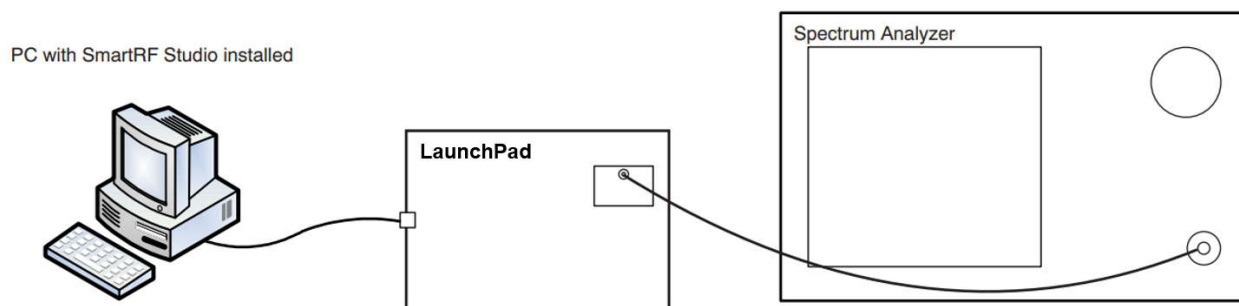
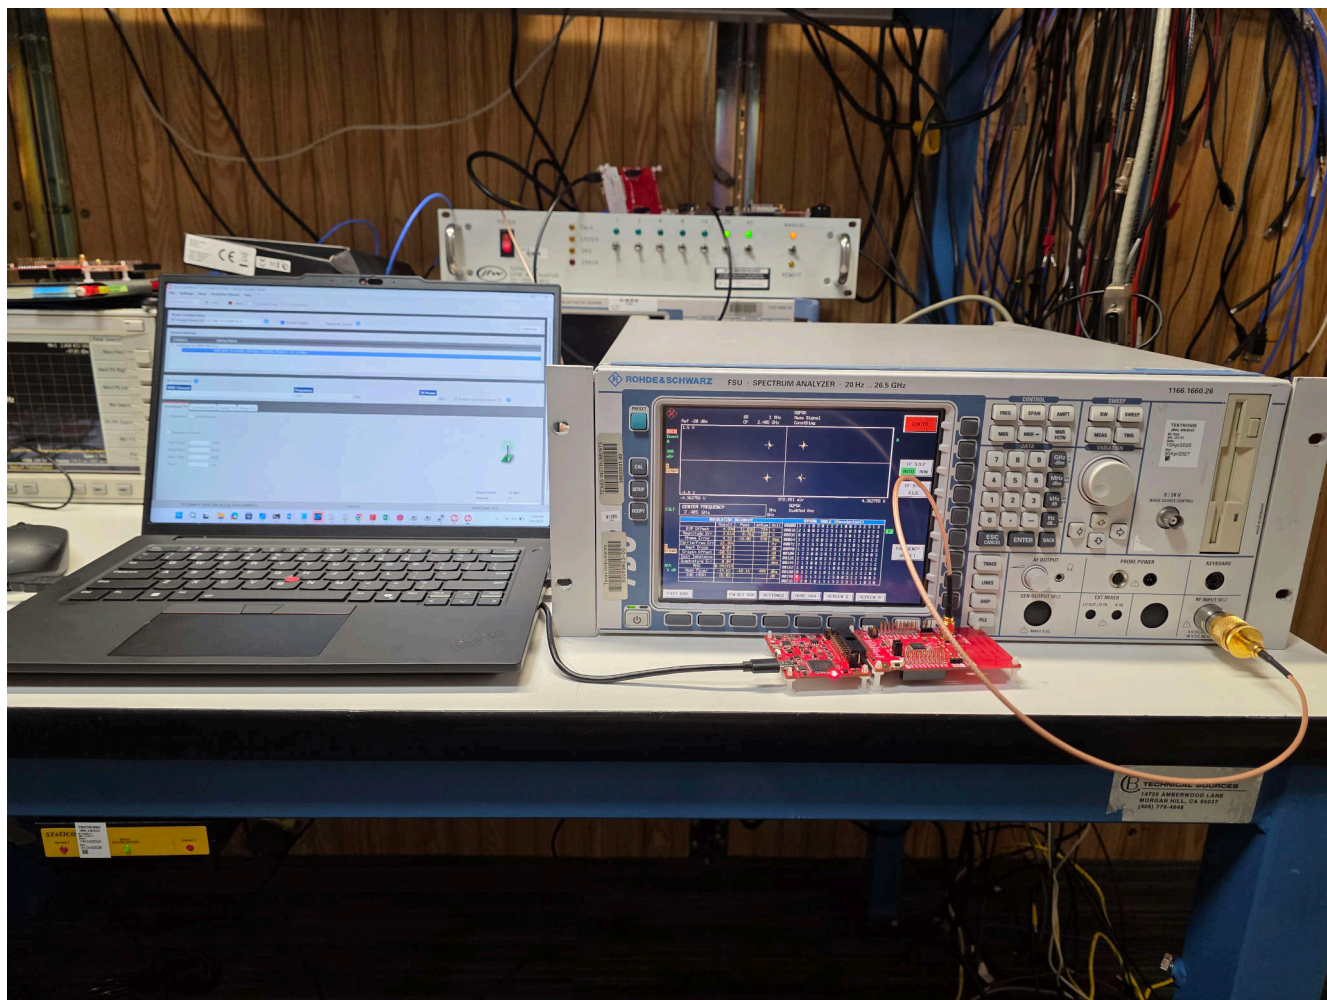
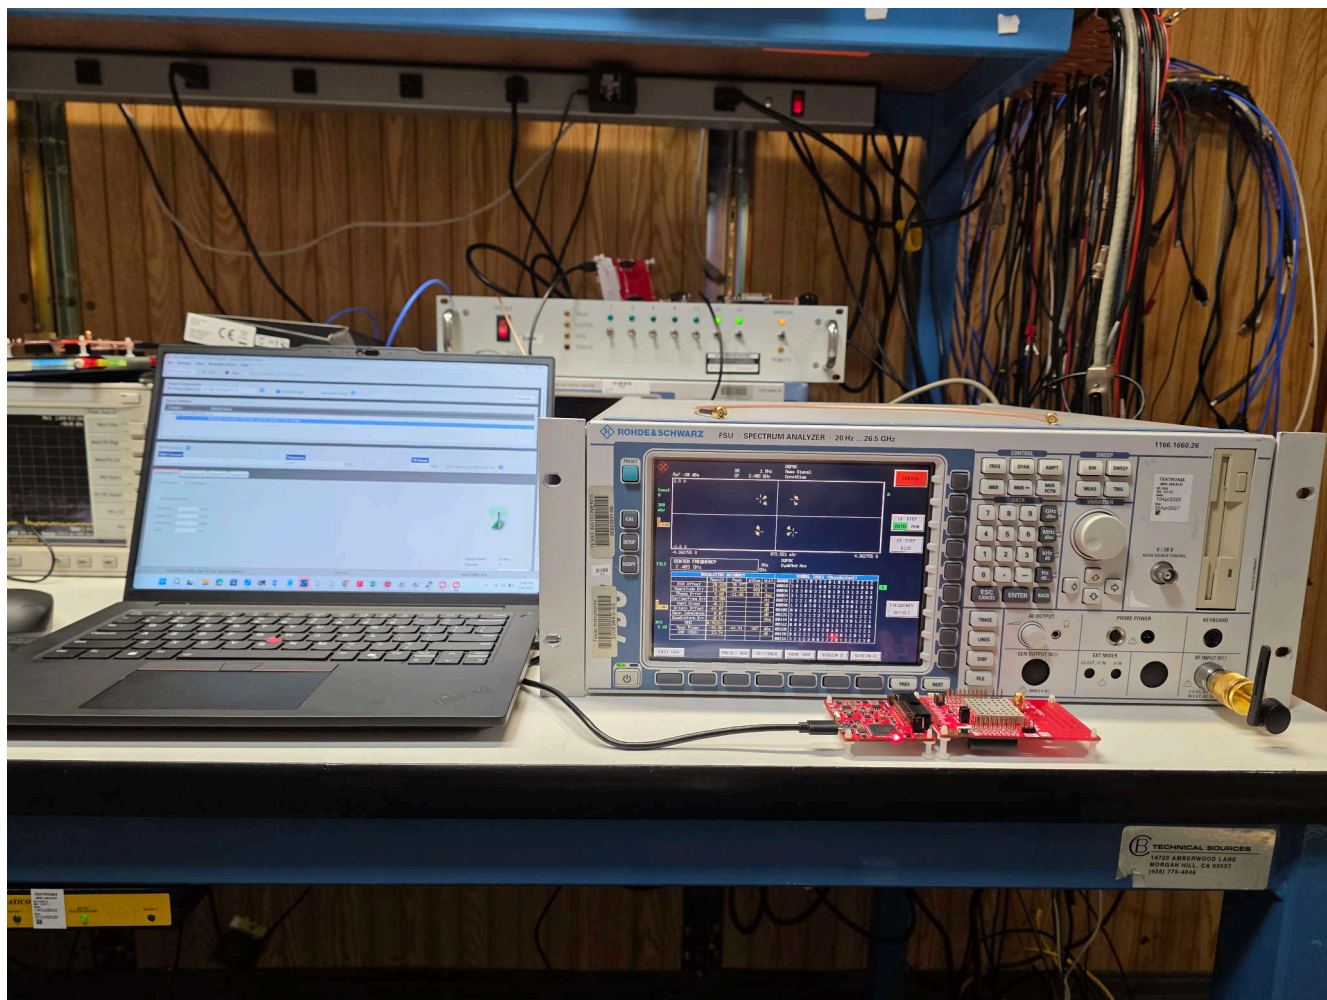

图 7-10. 误差矢量幅度测试设置示意图
图 7-11. 使用 SMA 连接器的误差矢量幅度测试工作台设置
图 7-12. 使用天线的误差矢量幅度测试工作台设置
测试环境：图 7-10 展示了 EVM 测试的设置。图 7-10
- 第 1 步：如图 7-10 和图 7-11 所示连接仪器，或者如果使用天线，则参考图 7-12 进行连接。